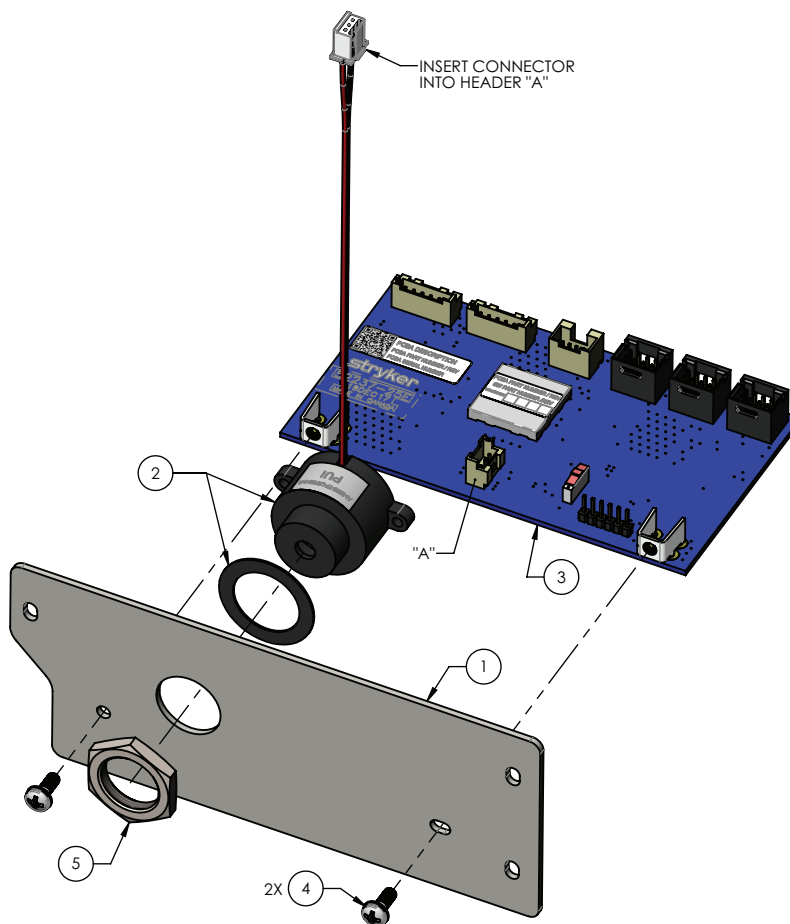

Figure 24 – Remplacement de l'AVB
8. À l'aide d'un tournevis cruciforme n° 2, retirer et conserver la vis (4) et l'écrou (5) qui fixent le haut-parleur (2) à l'ensemble AVB. Retirer et conserver le haut parleur (Figure 24).